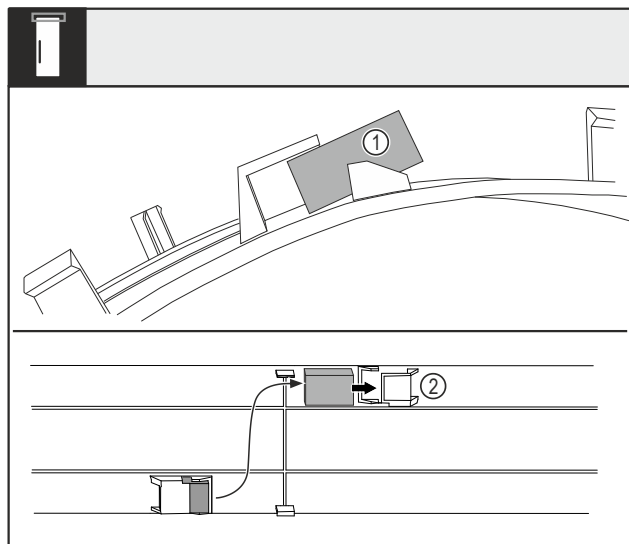

Fig. 6
- Plier le cache et retirer l'aimant de porte Fig. 6 (1) du logement.
- Insérer l'aimant de porte dans l'autre logement Fig. 6 (2).